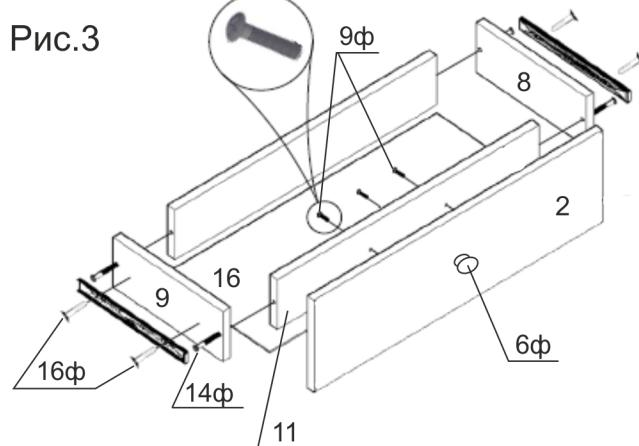

Рис.3
- В глухие отверстия крыши (4) вкрутить дюбеля стяжек эксцентриковых (12ф) и вставить в средние отверстия шканты деревянные (13ф) (шканты можно посадить на клей ПВА (в комплектацию не входит)). На стойках (3) устанавливаем эксцентрики (12ф) таким образом, чтобы стрелка указывала на ближайший торец детали. Установить втулки обувницы. Вкрутить дюбеля стяжек эксцентриковых (12ф). С помощью саморезов 3,5 x 16 (10ф) установить широкую часть направляющих (8ф) в намеченные отверстия на стойках (направляющие необходимо предварительно разъединить, потянув внутреннюю узкую часть, нажать на пластиковый рычаг. Далее вытянуть направляющую до конца) (рис 2).
- Собираем ящик. Евровинтами (14ф) соединить детали (8), (9), (10) и (11). Выровнять по диагонали ящика и прикопотить с помощью гвоздей (4ф) дно ящика (16). Прикрепить фасад ящика (2) с помощью саморезов 3,5 x 30 (9ф) и ручки кнопки с винтом (6ф). На деталях (8) и (9) в намеченные отверстия прикрепить узкую часть направляющих (12ф) с помощью саморезов 3,5 x 16 (10ф) (Рис.3).
- Вставить эксцентрики (12ф) в отверстия на полке (6), чтобы стрелка указывала на ближайший торец детали.
- Прикрутите опоры (5ф) к дну обувницы (5) саморезами (10ф) 3,5 x 16
- Собираем корпус обувницы. Соединяем полку (6) и стенку (7) с помощью евровинтов (14ф). Крепим к получившейся конструкции боковые стойки (3) с помощью эксцентриковых стяжек (12ф). Далее закрепляем дно (5) с помощью евровинтов (14ф). Устанавливаем крышу обувницы (4).